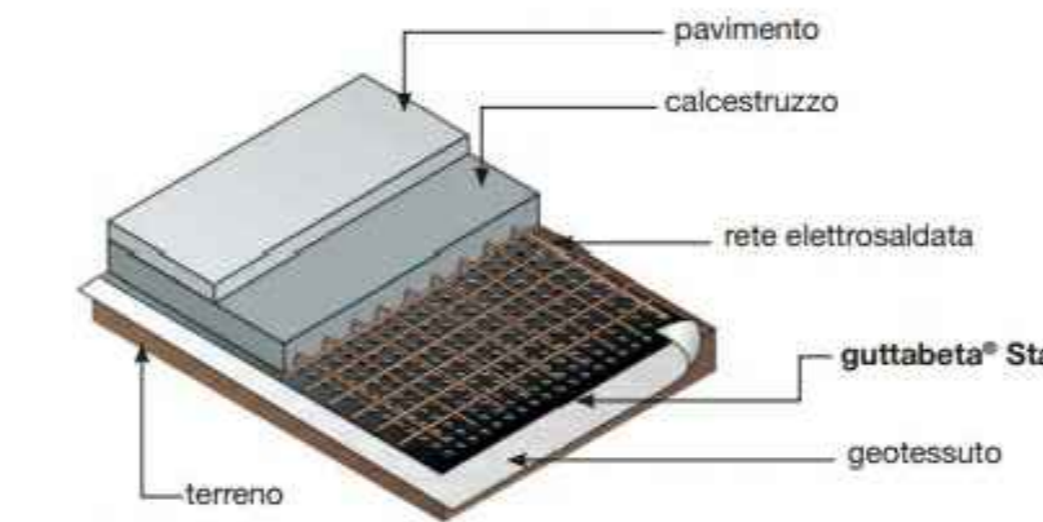

Fig. 2 Posa orizzontale
**Posa in alternativa allo strato di cls di sottofondo alle fondazioni e/o come barriera alla risalita capillare. (fig. 2)**